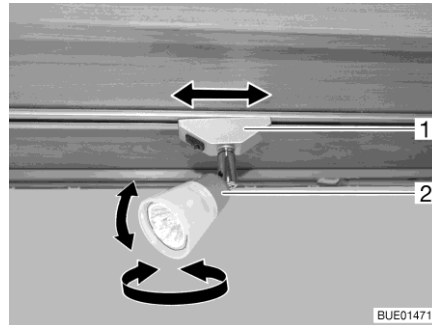
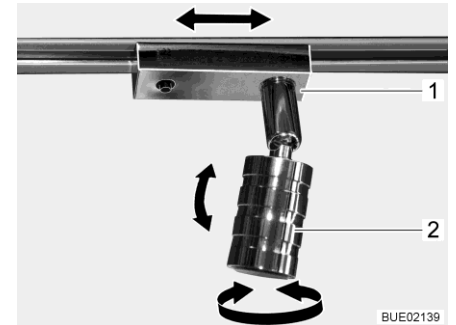

Fig. 84 Foco
Fig. 85 Foco (alternativa)
- Cogér la carcasa (Fig. 84,2 ó Fig. 85,2) y girarla.
- Agarrar la base (Fig. 84,1 ó bien Fig. 85,1) y girarla aprox. 45°.
- Agarrar la base (Fig. 84,1 ó bien Fig. 85,1) y girarla 90°.